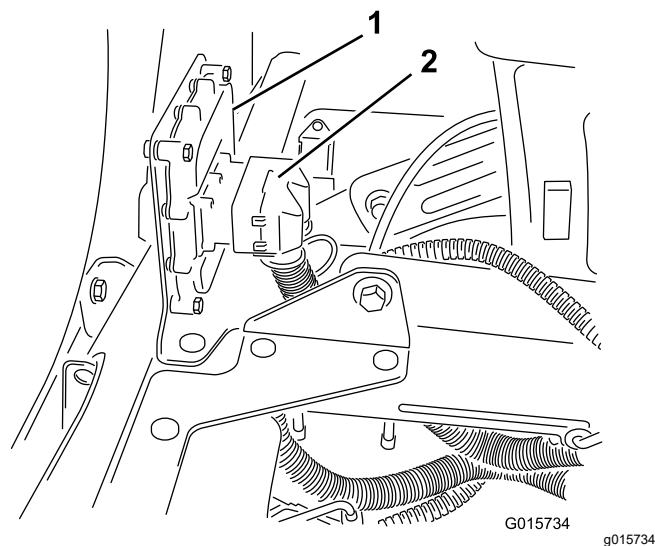

図 33
2. ソニックブーム用のワイヤハーネスの 50 ソケットコネクタを、電子コントローラの 50 ピンコネクタに接続し、コネクタ同士をソケットヘッドねじで固定する 図 33。